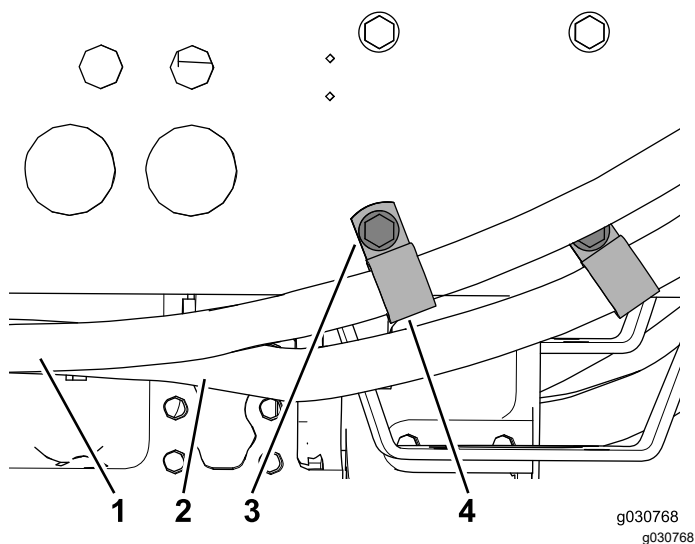

Рисунок 42
5. Установите по одному R-образному хомуту на каждый шланг системы кондиционирования воздуха и прикрепите хомуты к раме машины с помощью двух имеющихся болтов (Рисунок 42).